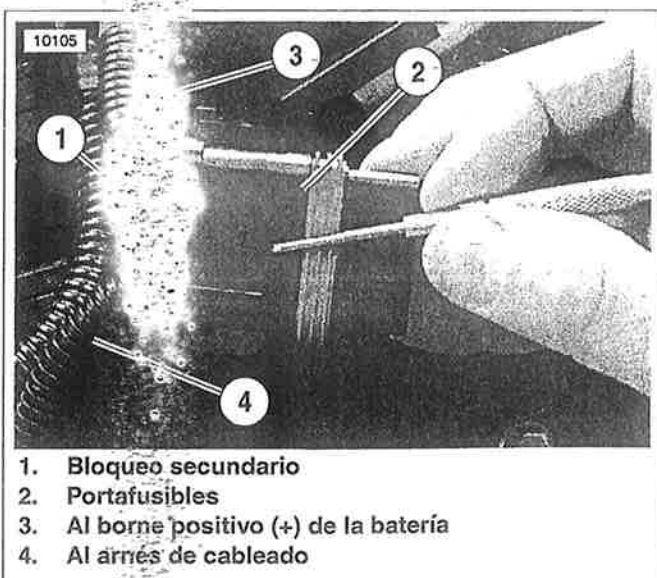

Figura 7-66. Extracción del bloqueo secundario del portafusibles
4. Vea la Figura 7-66. Con un destornillador de hoja pequeña, suavemente haga palanca en las lengüetas (una en cada lado) del bloqueo secundario (1) y quite el bloqueo secundario del cuerpo del portafusibles (2).
Vea la Figura 7-66. Inserte el cable del borne de la batería (3) en la ranura en el portafusibles, el cable del arnés de cableado (4) en la ranura B.
8. Vea la Figura 7-66. Instale el bloqueo secundario (1) en el cuerpo del portafusibles (2).